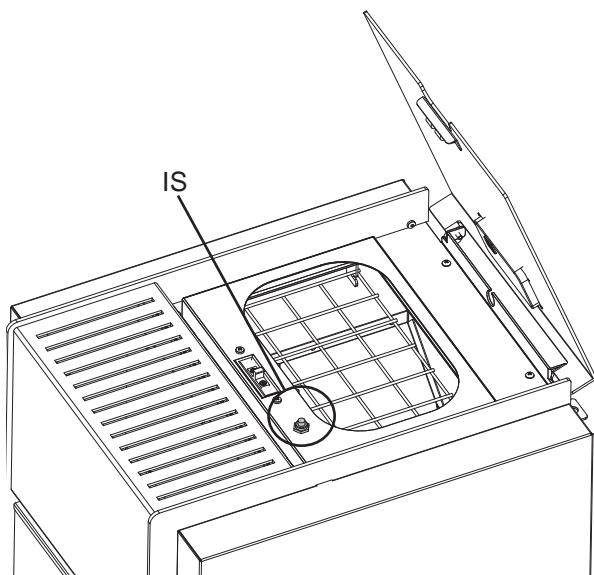

fig. 3.1
-  Assicurarsi di richiudere bene il coperchio del serbatoio dopo aver effettuato l'operazione di caricamento del pellet. Un interruttore di sicurezza (solo per i modelli dove previsto) ne verifica la corretta chiusura (IS in fig. 3.1) e manda in allarme la stufa se il coperchio viene lasciato aperto per più di un minuto a stufa funzionante.